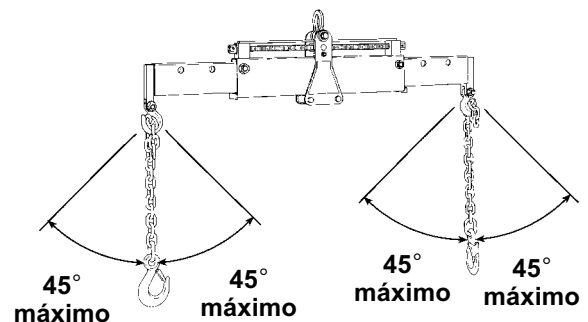
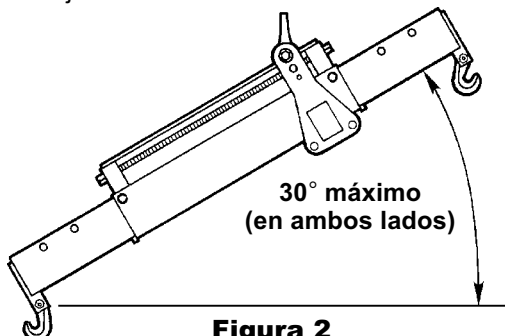

Figura 3
Figura 2
- No intente elevar una carga que exceda la capacidad máxima de 10,000 lbs. / 4,540 kg. El equipo sobrecargado puede fallar y ocasionar lesiones personales. Para asegurarse de que las cadenas de cojinete de carga no están estiradas a más de su capacidad, no ajuste el rotor de carga a un ángulo mayor que 30° (consulte la figura 2) y no extienda las cadenas de cojinetes de carga más de un total de 90° para ambas cadenas (consulte la Figura 3).
- No ajuste el rotor de carga a un ángulo mayor de 30°. Consulte la Figura 2.
- No extienda las cadenas del cojinete de carga más de un total de 90° para ambas cadenas. Consulte la Figura 3.